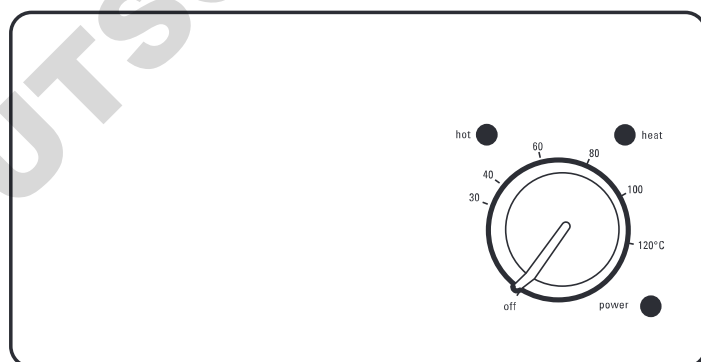

Figura 4 - comandi analogici
2. Si accende la spia "power" - vedere la figura 4.
3. La temperatura desiderata può essere impostata agendo sulla manopola di regolazione contrassegnata "heat" sul lato destro del quadro di comando - vedere la figura 4. La rotazione della manopola alla posizione contrassegnata "off" spegne l'apparecchio, altrimenti i valori stampati intorno alla manopola indicano la temperatura impostata.
quadro di comando - vedere la figura 4.
5. Qualora la temperatura dei blocchi superi i 50°C, si accende a luce pulsante la spia rossa contrassegnata "hot" per segnalare che la temperatura dei blocchi è troppo alta per toccarli - vedere la figura 4. La spia rimane accesa anche se l'apparecchio viene spento agendo sulla manopola posta sul frontalino di comando purché l'apparecchio rimanga sotto tensione e l'interruttore di accensione posto sul retro dell'apparecchio rimanga acceso.